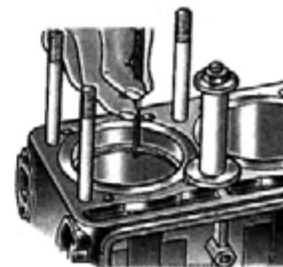

Рис. 4.1.61. Подбор поршневых колец к цилиндру
- подобрать по цилиндру поршневые кольца, как показано на рис. 4.1.61. Зазор, замеренный в стыках колец, должен быть 0,3–0,7 мм у компрессионных колец и 0,3–1,0 мм у стальных дисков маслосъемного кольца. В изношенных цилиндрах наименьший зазор 0,3 мм;